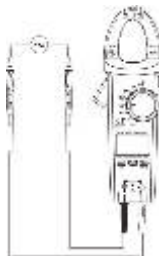

Рис. 6 Измерение напряжения переменного тока
7.3 Измерение напряжения переменного тока (см. рис. 6)